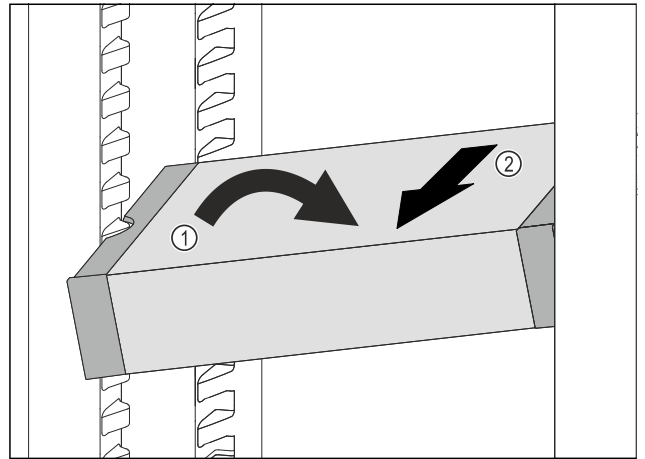

Fig. 85
- ▶ Aseta VarioSafe-vetolaatikko vinossa jääkaappiosassa. Fig. 85 (1)
- ▶ Poista VarioSafe-vetolaatikko etukautta. Fig. 85 (2)